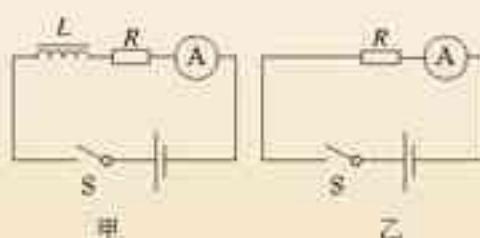

图 4.6.5 显示通电时线圈对电流影响的实验
1. 按图 4.6.5 甲连接电路，可以看到，开关闭合时电流是逐渐增大的。为了说明这一点，可以拆掉线圈（图 4.6.5 乙）再测一次，看看两次测得的电流—时间图象有什么不同。